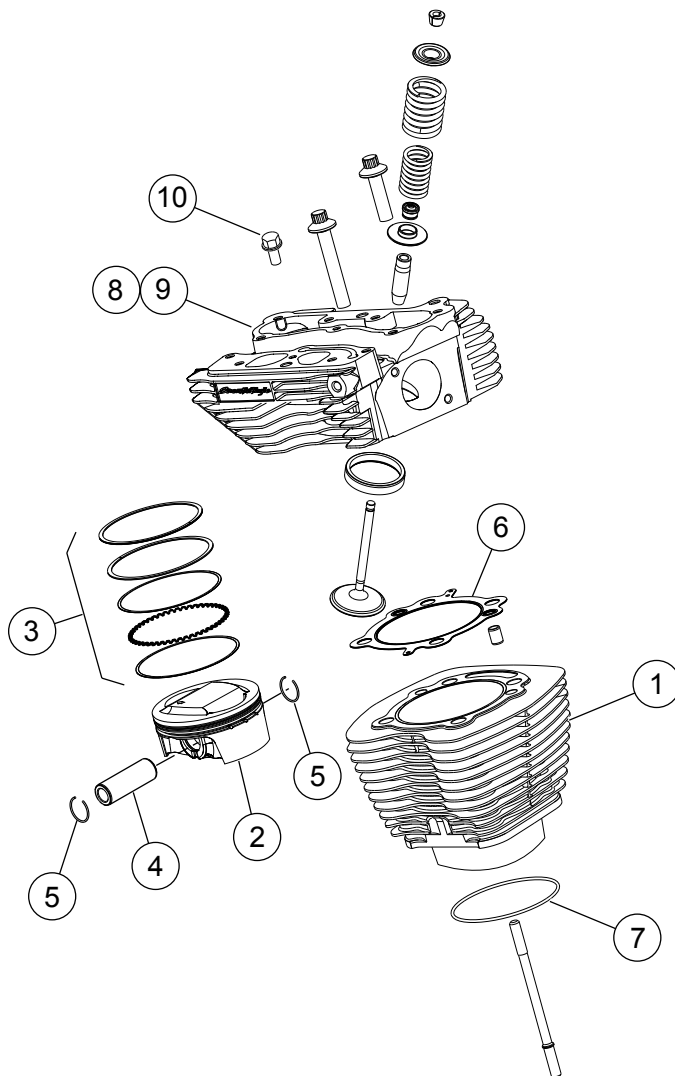
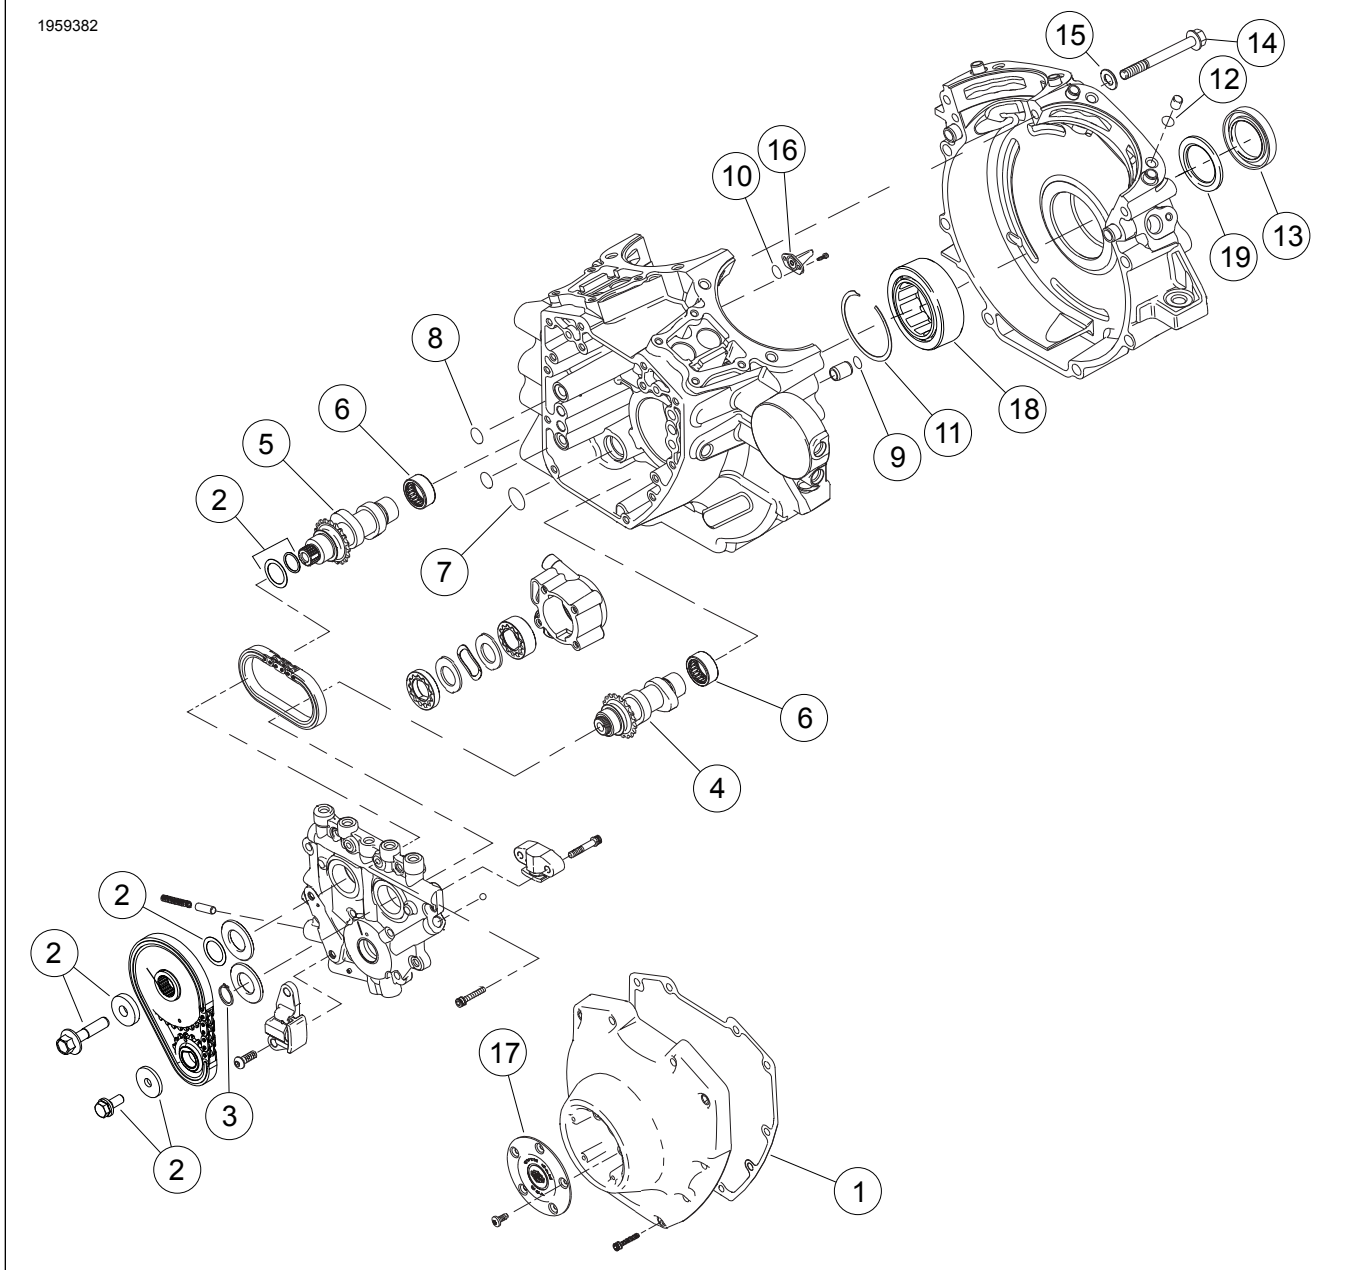

Figure 1. Mga Pamalit na Piyesa: Screamin' Eagle Pro TC 120 (1962 cc) Conversion Kit
Figure 3. Mga Pamalit na Piyesa: Screamin' Eagle Pro TC 120 (1962 cc) Conversion Kit
Tingnan Figure 1 upang Figure 3 , at Talahanayan 1 upang Talahanayan 3 .
1. Tingnan ang Figure 3 . Palitan ang camshaft needle bearings (5), left main bearing (18) at retaining ring (11) mula sa kit. Sumangguni sa seksyon ng Engine sa manwal ng serbisyo.
3. I-install ang flywheel assembly (22) mula sa kit. Sumangguni sa Instruction Sheet at ang manwal ng serbisyo.
4. Tingnan Figure 1 hanggang Figure 3 . I-assemble ang engine sa itaas na dulo at ilalim na dulo gamit ang mga bahagi mula sa kit. Sumangguni sa Mga Instruction Sheet para sa mga cam at piston at sumangguni sa manwal ng serbisyo.